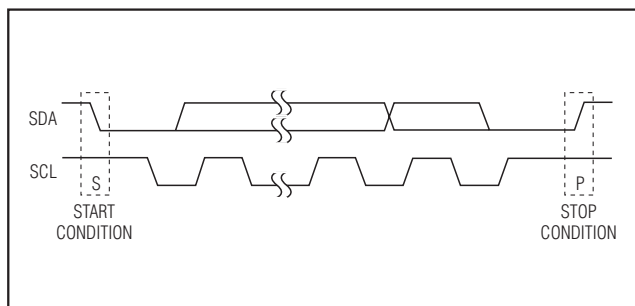

图2. START和STOP条件
每次传输过程包括：主机发送一个开始(START)条件，接下来发送MAX7327的7位从地址和R/ $\overline{W}$ 位，或多个数据字节，最后发送停止(STOP)条件终止传输(图2)。
串行接口空闲时，SCL和SDA均保持高电平。主机通过发出START (S)条件指示传输开始，START条件是在SCL为高时、SDA由高至低的跳变产生的。主机完成与从机的通信时，主机发出STOP (P)条件，STOP条件是在SCL为高时、SDA由低至高的跳变产生的。之后，释放总线，以进行下一次传输(图2)。